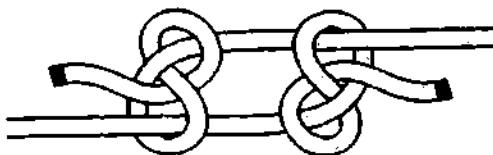

Рис. 792. Рыбацкий узел восьмёрками.
*Рыбацкий узел восьмёрками* развязывается легче *рыбацкого узла*, состоящего из *простых узлов* (рис. 792). Во время вязки узла надо обращать внимание, чтобы коренной и ходовой концы выходили из калышки *восьмёрки* вместе и были параллельны друг другу.